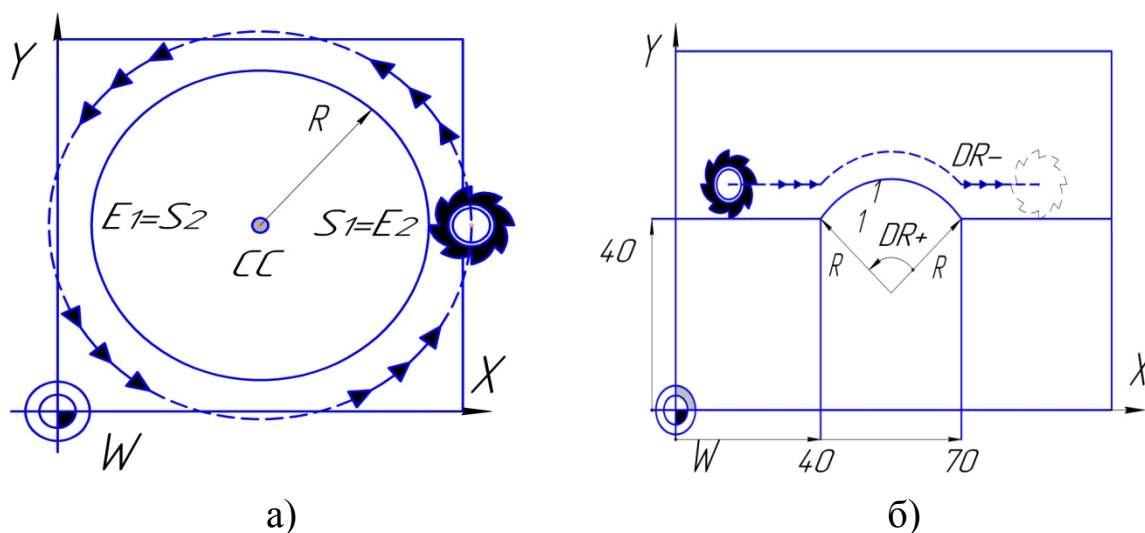

Рис. 3.21. Круговая траектория инструмента в виде двух CR-предложений: а – центрального угла; б – дуги радиусом R
- конечную точку E_1 полуокруга, которая является точкой старта S_1 второго полуокруга (рис. 3.21, а). Конечную точку E_2 второго полуокруга, которая является точкой старта S_1 первого полуокруга;
тая). Для выпуклой дуги направление вращения программируем в виде DR- с коррекцией радиуса RL (рис. 3.21, б). Для вогнутой дуги направление вращения программируем в виде DR+ с коррекцией радиуса RR.
| 10. L X+40 Y+40 RL F200 M3 | Программирование крайней левой точки дуги 1 (см. рис. 3.21, б) |